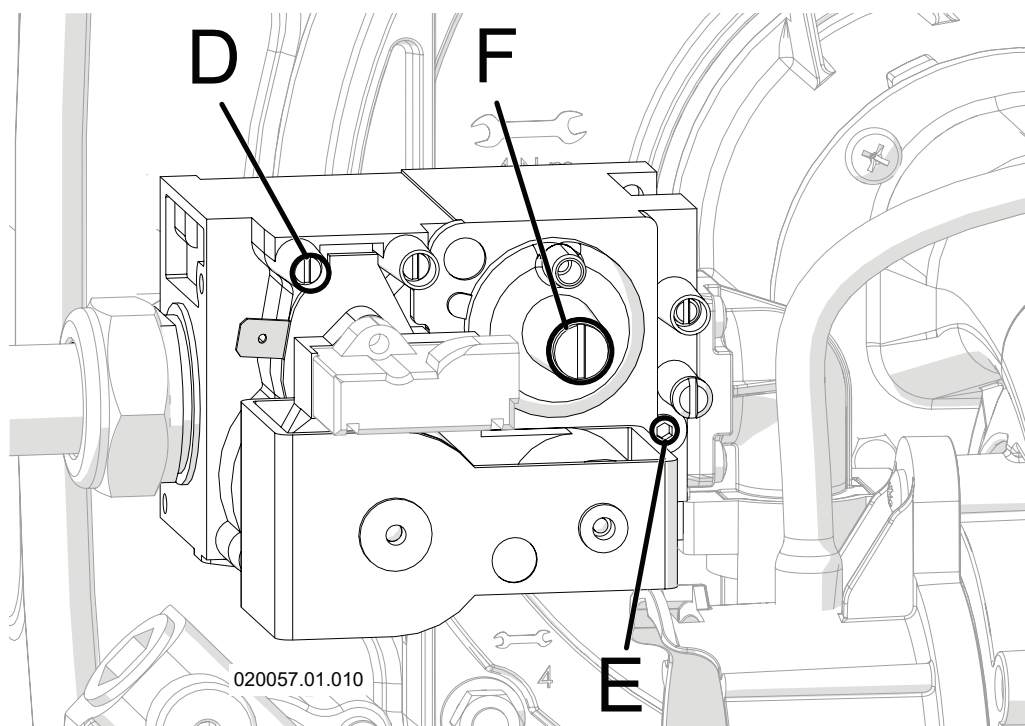

Figura 11-6 - Valvola gas
- 17.-svitare completamente in senso antiorario la vite "E" di Figura 11-6;